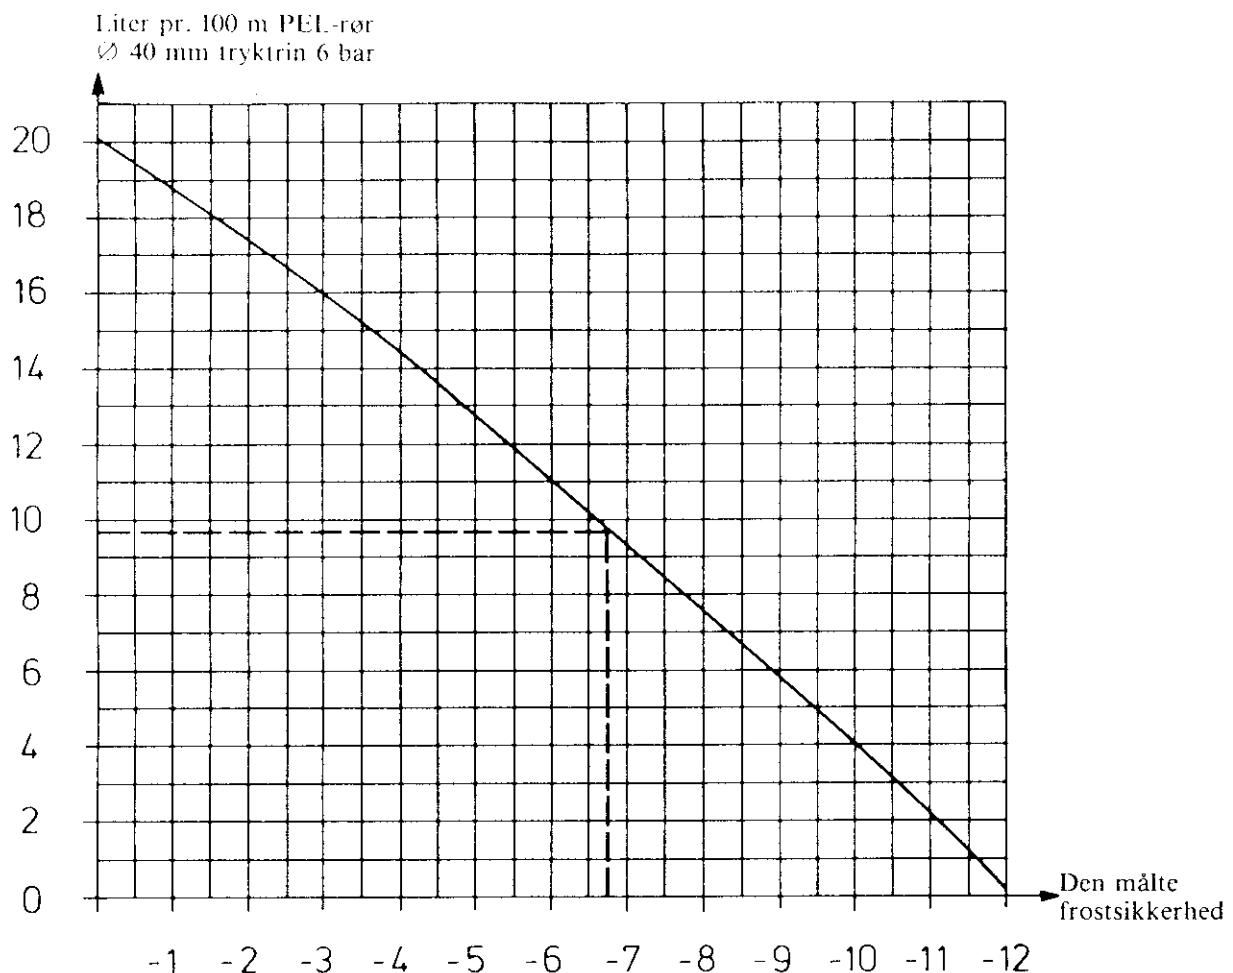

Fig. 18
- b. **Frostsikring:** Kontrolleres før fyringssæsonen starter, og der anvendes et måleinstrument af typen, der ikke er temperaturofhængig. (Refraktometer). Nødvendig efterfyldning kan aflæses på diagram (fig. 18) på side 16.